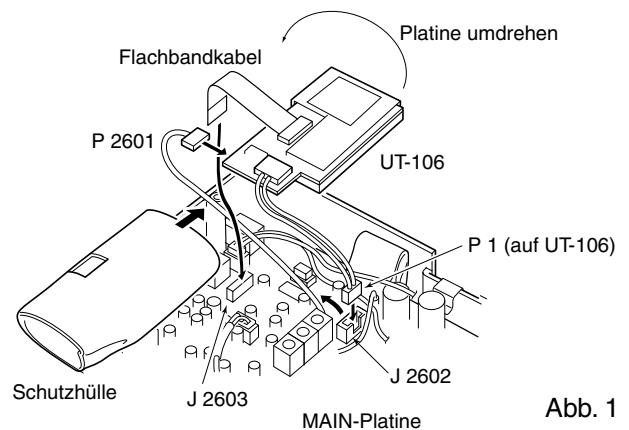
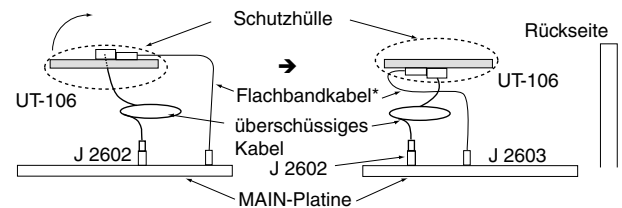

Abb. 1
Abb. 2
- ① Die Gehäusedeckel, wie zuvor gezeigt, abnehmen.
- ② Die Schutzhülle, wie in Abb.1 gezeigt, über das UT-106 ziehen.
- ③ Das Verbindungskabel (P2601) von J2602 der MAIN-Platine abziehen. Das Kabel in J1 der UT-106-Platine stecken.
- ④ Das Verbindungskabel (P1) des UT-106 in J2602 der MAIN-Platine stecken.
- ⑤ Stecken Sie das Flachbandkabel in J3 des UT-106 und in J2603 der MAIN-Platine ein.
- ⑥ Die UT-106-Platine um 180° drehen. (Abb. 2)
- ⑦ Die UT-106 auf der MAIN-Platine ablegen.
- ⑧ Die Gehäusedeckel wieder anbringen.